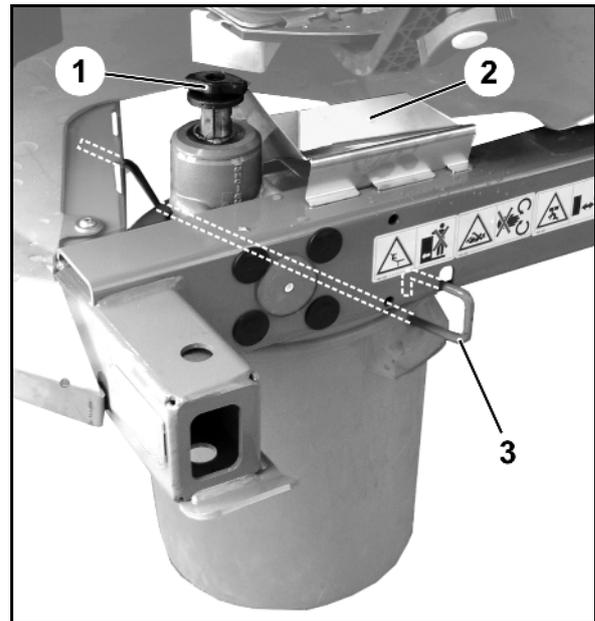

Fig. 39
- 2.1 Flügelschraube (Fig. 39/1) zur Befestigung der Streuscheibe heraus-schrauben und Streuscheibe von Getriebe-welle abziehen.
3. Düngerrutsche (Fig. 39/2) am Rahmen ein-hängen.
4. Auffangbehälter mittels Bügel (Fig. 39/3) wie gezeigt, am Rahmen einhängen.